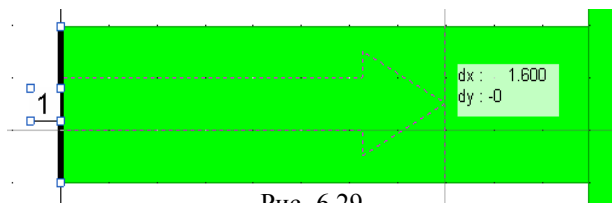

Рис. 6.29
8. Нажмите левую кнопку мышки и, не отпуская кнопки мышки, перетащите курсор вправо, пока не будет отображено **dx:1.6, dy:0** (рис. 6.29). Отпустите кнопку